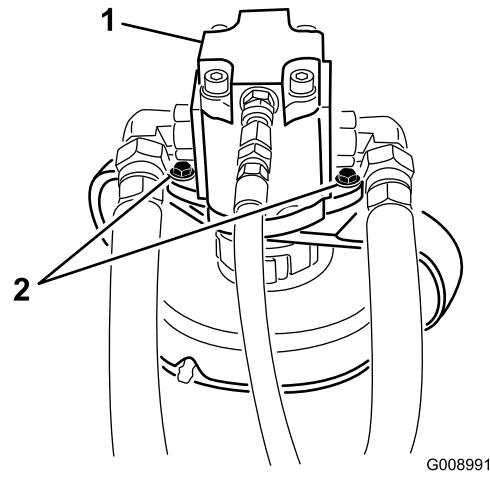

図 82
5. 油圧モータを刈り込みデッキに固定しているボルトを外す図 82。
3. 油圧モータを刈り込みデッキに固定しているボルトを外す図 82。